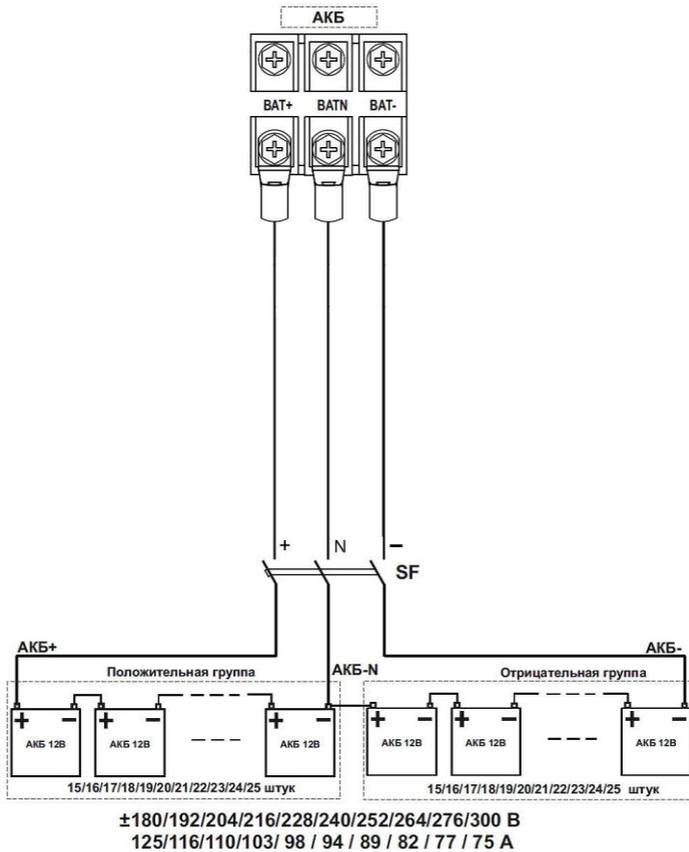

Рисунок 4 – Схема монтажа аккумуляторной батареи.
- Включите защитный автоматический выключатель АКБ (SF) или выключатель группы предохранителей (при их использовании), см. рисунок 4.
Между АКБ и изделием должен быть подключен автоматический выключатель постоянного тока (SF, на номинальный ток 200 А, см. рисунок 4).
Между АКБ и изделием должен быть подключен DC – совместимый термоманитный трехполюсный защитный автоматический выключатель SF, (или другое устройство защиты, например, группа предохранителей с трехполюсным выключателем), расположенный как можно ближе к АКБ, см. рисунок 4.
- номинальное напряжение выключателя должно быть не менее рабочего напряжения положительной/отрицательной группы АКБ (см. рисунок 4);
Затем выполнить, **с соблюдением полярности**, последовательное соединение аккумуляторных батарей 12 В, в соответствии с двуполярной схемой (см. рисунок 4) при помощи перемычек АКБ (**перемычки АКБ в комплект поставки НЕ входят**).
- подключение кабелей к клеммному блоку выполняйте в соответствии со схемами (см. рисунок 4, 5, 6) и маркировкой, нанесенной на клеммном блоке изделия;
- подключите провода заземления кабелей подключения питающей сети и нагрузки к соответствующим клеммам заземления изделия (см. рисунок 4);
- подключение кабелей к клеммному блоку выполняйте в соответствии со схемой (см. рисунок 4) и маркировкой, нанесенной на клеммном блоке изделия;
- к клеммам заземления каждого изделия подключите провода заземления кабелей подключения питающей сети и нагрузки (см. рисунок 4);